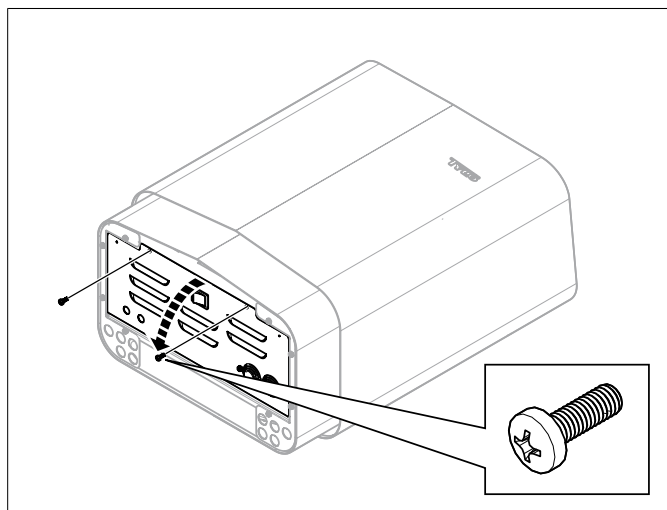

Abb. 7: Öffnen/Schließen der Abdeckung
2. Lösen Sie die Schrauben und öffnen Sie die Abdeckung, siehe **Abb. 7**, Seite 4.
7. Schließen Sie die Abdeckung und drehen Sie die Schrauben ein, siehe **Abb. 7**, Seite 4.